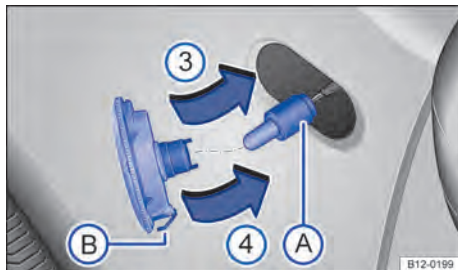

Fig. 202 Lanterna lateral dos indicadores de direção: substituir a lâmpada incandescente.
4.	Remover o suporte da lâmpada incandescente com a lâmpada em linha reta → Fig. 202  .